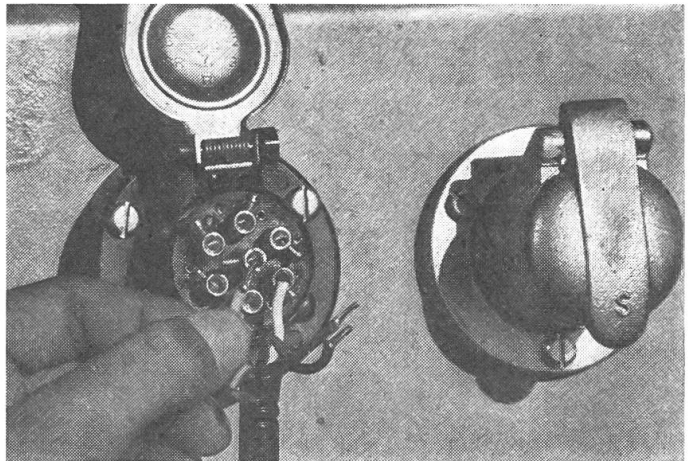

Abb. 27
- b) Der blosse Steckereinsatz wird in eine Steckdose eingesteckt (Abb. 27). Standlicht einschalten. Nun wird der mutmassliche Masseleiter an Klemme 31 angeschlossen. Anschliessend werden nacheinander alle anderen Kabelenden an der Klemme 58 L angetupft und kontrolliert, welcher Verbraucher darauf anspricht. Brennt jeweils immer nur ein Verbraucher, wurde auf Anhieb der richtige Leiter an Masse angeschlossen. Die anderen Leiter können nun den bestimmten, ermittelten Funktionen entsprechend angeklemt werden. Sobald aber bei diesem Test eine Birne zwei oder mehrere Male aufleuchtet oder zwei Leuchten gleichzeitig, aber nur schwach aufleuchten, stimmt der Massenanschluss nicht. Es muss also eine andere Farbe an Klemme 31 angeschlossen und der ganze Test wiederholt werden.